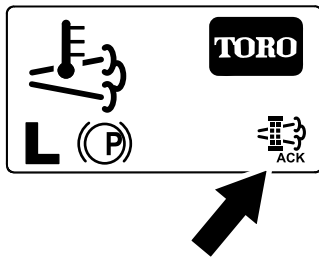

Figura 89
- El InfoCenter muestra la página de inicio y el icono de reconocimiento de regeneración (Figura 89) aparece en la esquina inferior derecha de la pantalla mientras se procesa la regeneración.